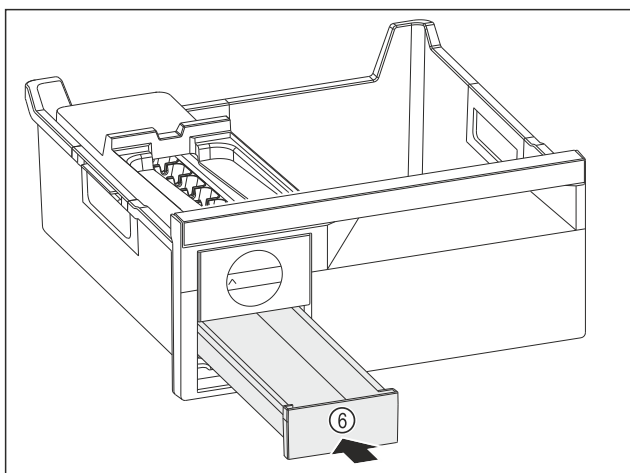

Fig. 110
- Tolja be a jégkockafiókot Fig. 110 (6).